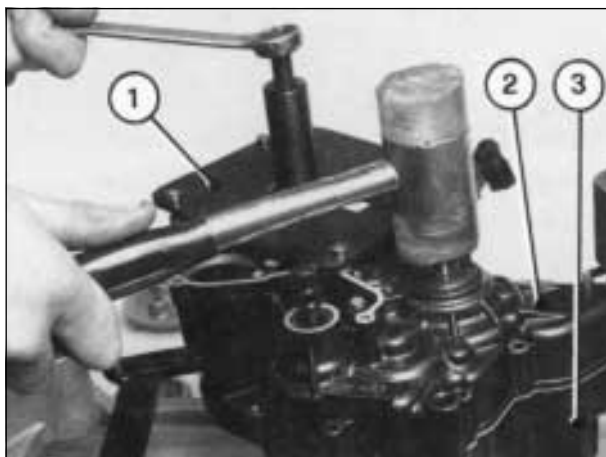

Fig. 21
21) SEPARARE i 2 semicarteri dopo aver applicato l'apposito estrattore (1-Fig. 21) al semicarter dal lato del volano battendo con un martello di legno, cuoio o plastica alternativamente sull'albero selettore e sull'albero cambio, permettendo così il distacco graduale e parallelo dei due semicarteri (2-3-Fig. 21).
21) SEPARATE the 2 crankcases after applying the special extractor (1-Fig. 21) on the crankcase (left), tapping with a wooden, leather or plastic hammer alternately on the shift shaft and on the drive axle thus allowing gradual and parallel removal of the two crankcases (2-3-Fig. 21).